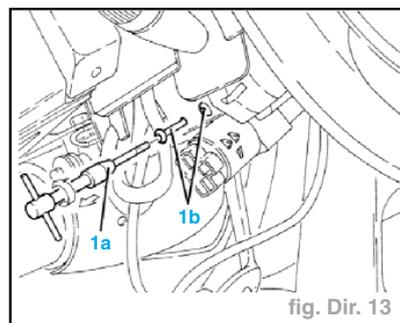

fig. Dir. 13
- Insérer dans les trous réalisés précédemment un extracteur fileté à gauche (1a) et dévisser les vis (1b) de fixation du contacteur de démarrage (fig. Dir. 13).